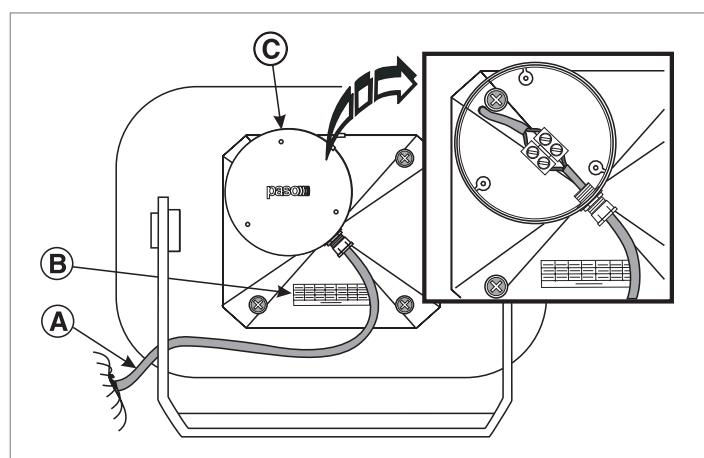

Fig. 1
- Collegare le terminazioni del cavo uscente dal diffusore [A] alla linea di distribuzione riferendosi all'apposita tabella [B] apposta sul retro della tromba (Fig. 1). Si raccomanda di tagliare o isolare opportunamente le terminazioni non utilizzate.
NOTA: è possibile utilizzare la vaschetta a tenuta stagna [C] come scatola di derivazione accorciando, in questo caso, il cavo uscente dal diffusore (Fig. 1).
- Connect the ends of the cable leading out from the loudspeaker system [A] to the distribution line, referring to the table provided for this purpose [B] on the back of the horn (see fig. 1). The cable ends which are not used should be cut off or insulated in an appropriate manner.
NOTE: It is possible to use the waterproof box [C] as a connecting block, in which case the cables leading out from the loudspeaker system should be shortened (Fig. 1).
- Raccorder les extrémités du câble arrivant du diffuseur [A] à la ligne de distribution, en faisant référence à cet effet au tableau [B] présent au dos du pavillon (Fig. 1). Il est recommandé de couper et d'isoler les extrémités non utilisées.
NOTE: il est possible d'utiliser le boîtier étanche [C] comme boîtier de dérivation, en raccourcissant en ce cas le câble arrivant du diffuseur (Fig. 1).
- Die Endstücke des aus der Verteilerlinie nach den Lautsprecher [A] heraustrtenden Kabels anschließen und hierbei auf die entsprechende Tabelle [B] bezug nehmen, die sich auf der Rückseite des Trichters befindet (Abb. 1). Es wird empfohlen, die nicht verwendeten Endstücke ordnungsgemäß zu isolieren.
BEACHTE: als Verteilerdose kann ein wasserdichtes Gehäuse [C] verwendet werden; hierfür muß das aus dem Lautsprecher austretende Kabel gekürzt werden (Abb. 1).
- Verbind de draaduiteinden van de uit de verdeellijn van de geluidverspreider [A] afkomstige kabel aan de hand van de speciale tabel [B] aan de achterkant van de hoorn (Afb. 1). Aanbevolen wordt de niet-gebruikte draaduiteinden af te snijden en goed te isoleren.
OPMERKING: het hermetisch afgedichte bakje [C] kan gebruikt worden als shuntdoos door in dit geval de uit de geluidverspreider afkomstige kabel korter te maken (Afb. 1).
- Conecte los terminales del cable que sale del difusor [A] a la línea de distribución siguiendo las referencias de la tabla [B] ubicada en la parte trasera del altavoz (Fig. 1). Se recomienda cortar o aislar adecuadamente los terminales no utilizados.
NOTA: la caja hermética [C] puede usarse como caja de derivación acortando el cable que sale del difusor (Fig. 1).
Abb./Afb./Fig. 1